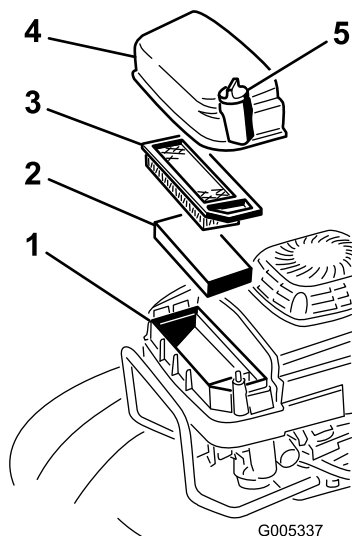

Figure 27
2. Retirez les vis de fixation du couvercle du filtre à air (Figure 27).
3. Enlevez le couvercle et nettoyez-le soigneusement (Figure 27).
4. Enlevez et examinez l'élément filtrant en papier (Figure 27) et mettez-le au rebut s'il est excessivement encrassé.